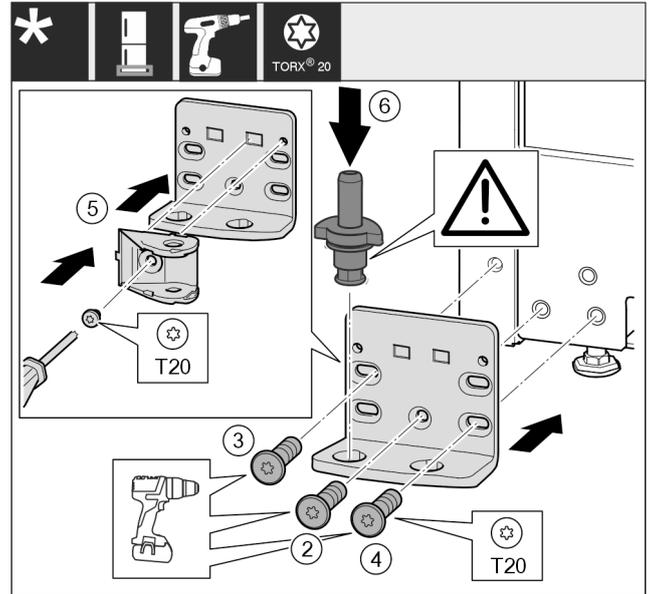

Fig. 21*
- ▶ Lagerbock auf der anderen Seite ansetzen und mit Hilfe eines Schraubendrehers anschrauben. Mit der Schraube Fig. 21 (2) unten in der Mitte beginnen.*
- ▶ Schraube Fig. 21 (3) und Schraube Fig. 21 (4) festschrauben.*